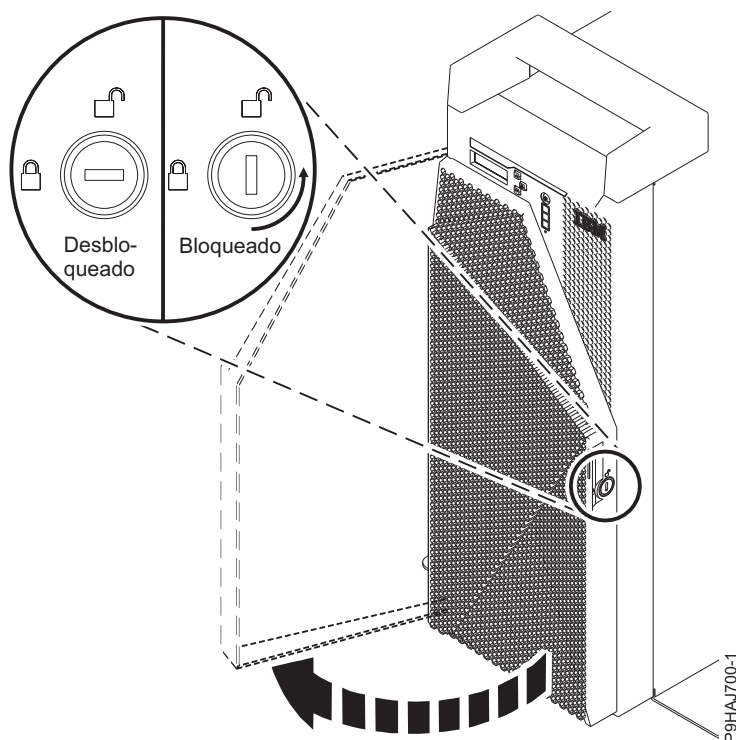

Figura 9. Desbloqueo de la puerta frontal
1. Inserte la llave de la puerta frontal en la cerradura, tal como se muestra en la Figura 9. Gire la llave hacia la izquierda (en sentido contrario a las agujas del reloj) para abrir la puerta. En posición horizontal está cerrada, en posición vertical está abierta. Abra la puerta frontal.